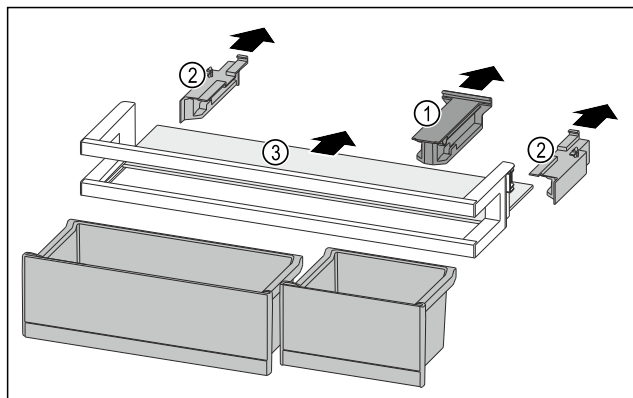

Fig. 137
- ▶ Снимите крепление Fig. 137 (1).
- ▶ Снимите боковые части Fig. 137 (2).
- ▶ Извлеките съемную полку Fig. 137 (3).